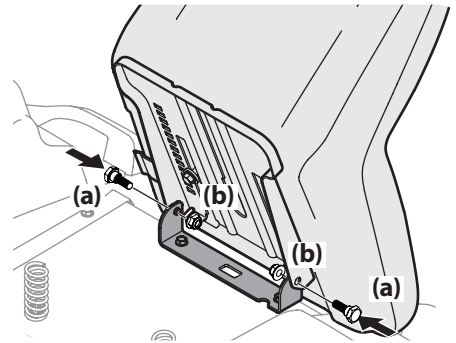

Figura 2-10
3. Gire el asiento hasta la posición deseada y asegúrelo en su lugar con los tornillos de reborde (a) y las tuercas de seguridad con brida (b) que extrajo antes. Tenga cuidado de no doblar o dañar el cableado mientras instala el asiento. Consulte la Figura 2-10.